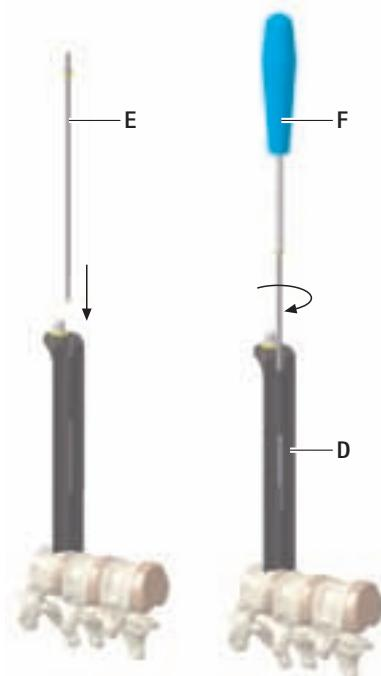

Fig. 1
- ▶ Insérer la vis de fixation E dans la valve D et serrer, voir Fig. 1.